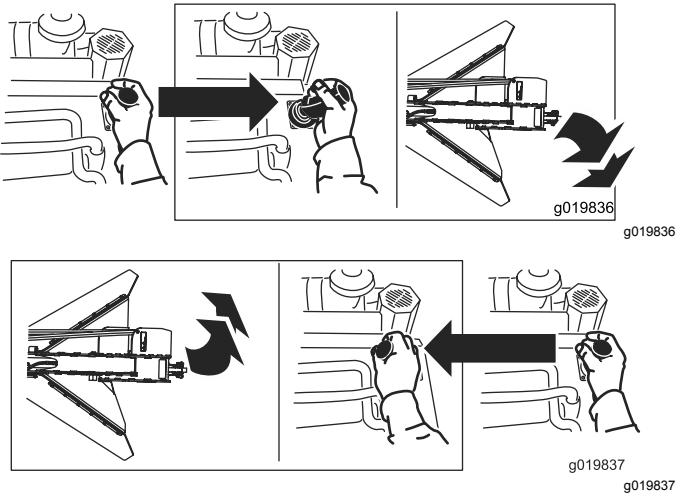

Figura 15
- Para rodar o triturador para a direita ou para a esquerda, move a alavanca na direção pretendida (Figura 15).